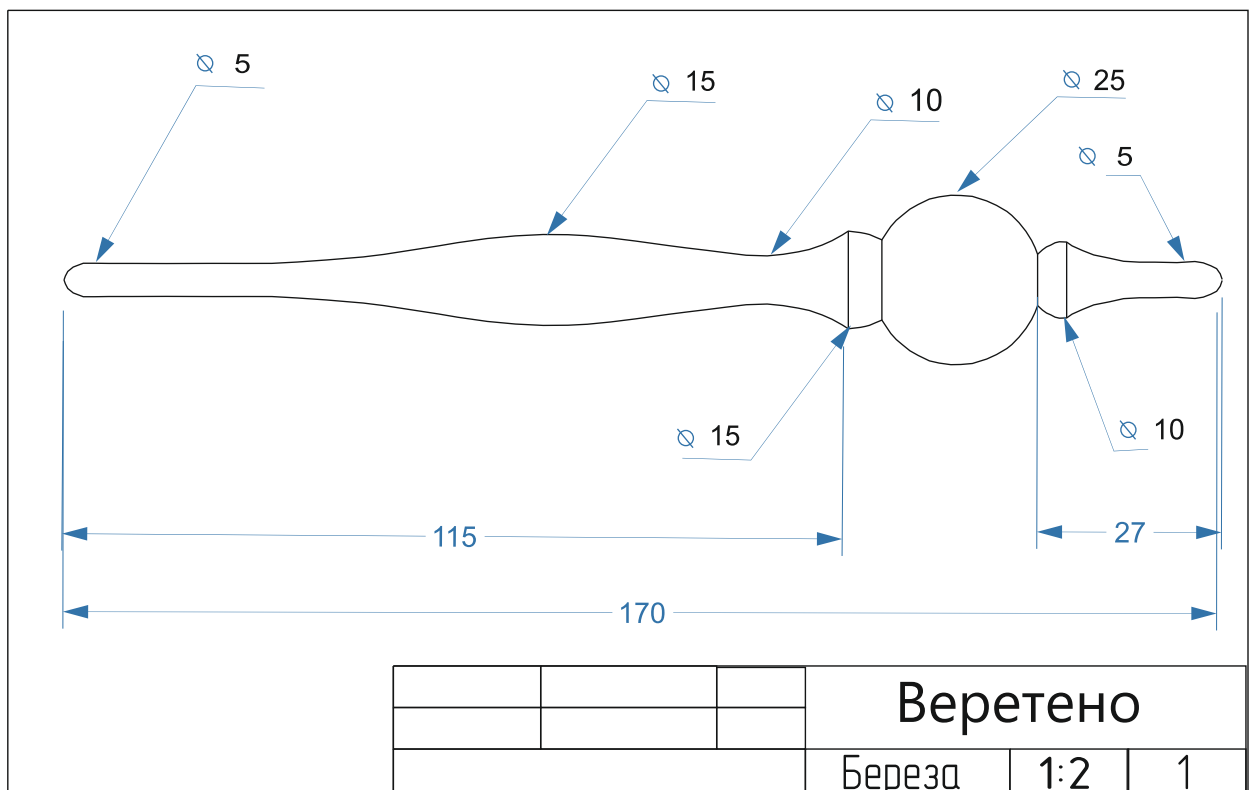

Рис. 1. Чертеж Веретено
2. По чертежу изготовить изделие «Веретено» (рис. 1)